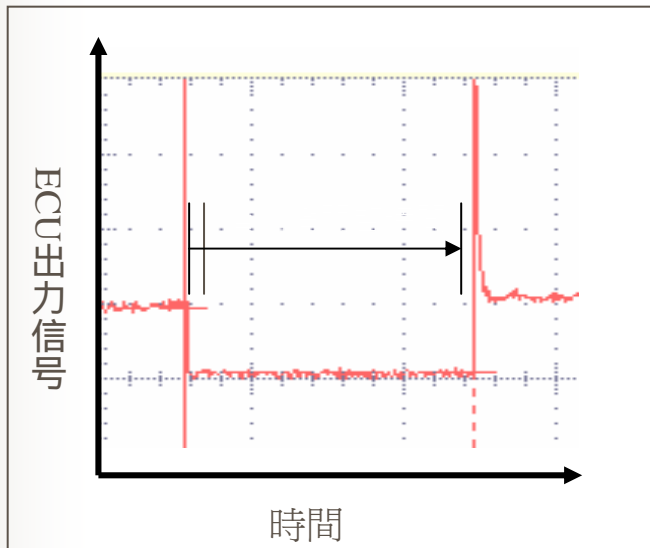

図1
- 役目:燃料噴射時間の制御(図1)
- 役割:燃料ポンプの作動を制御している。(図1)
- 役目:点火コイルの充電と点火を制御している。(図1)